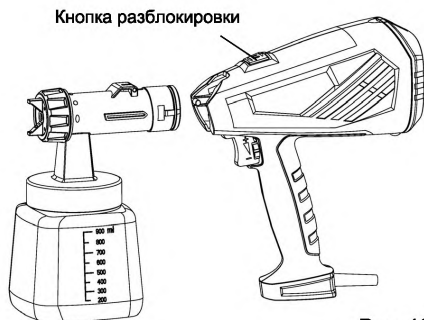

Рис. 10
5. Нажмите на кнопку разблокировки, отсоедините распыляющий узел краскопульта (рис. 10) и очистите от краски.